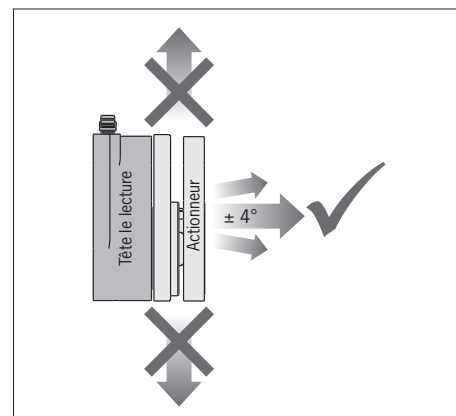

Fig. 1 : Direction d'attaque
- L'actionneur doit s'éloigner de manière frontale par rapport à la tête de lecture lors de l'ouverture de la porte de protection (voir Fig. 1).